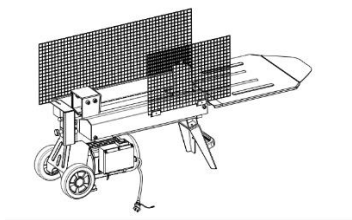

Fig. 4
1.3 Inserisci le griglie di protezione laterali sinistra e destra nelle posizioni corrispondenti sulle piastre di supporto sinistra e destra, quindi fissale con viti autofilettanti M14. Vedi Fig. 4.